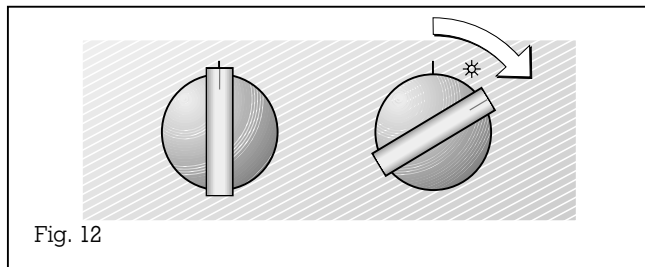

Fig. 12
- Girate la manopola «Temperatura» di uno scatto a destra (Fig. 12).